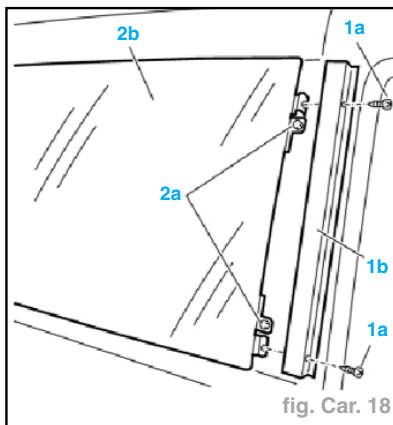

fig. Car. 18
- Dévisser les vis de fixation (**2a**) et déposer la vitre latérale. (fig. Car. 18).